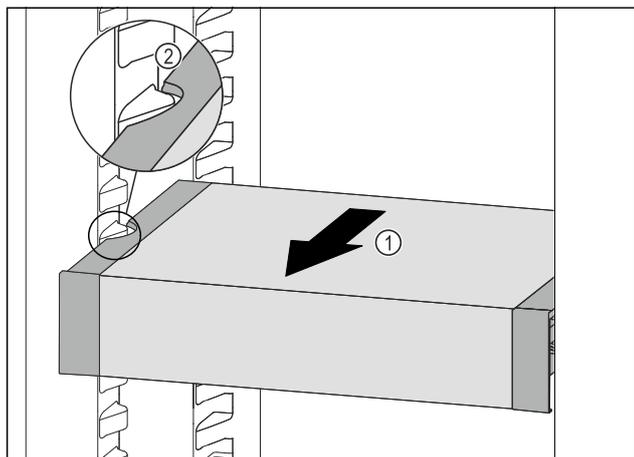

Fig. 108
- ▶ Tire del VarioSafe hacia delante Fig. 108 (1) hasta que los huecos laterales del VarioSafe se encuentren a la altura de la nervadura del recipiente en el compartimento del frigorífico. Fig. 108 (2)